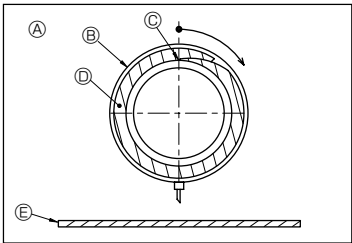

Abb. 3-6
5. Den Dr nageausla  und die Abbl muffe mit Isoliermaterial   isolieren, dann das Material mit einem B nder sichern. (Sowohl Isoliermaterial als auch das B nder werden mit der Anlage geliefert.) (Abb. 3-6)
[Abb. 3-6]